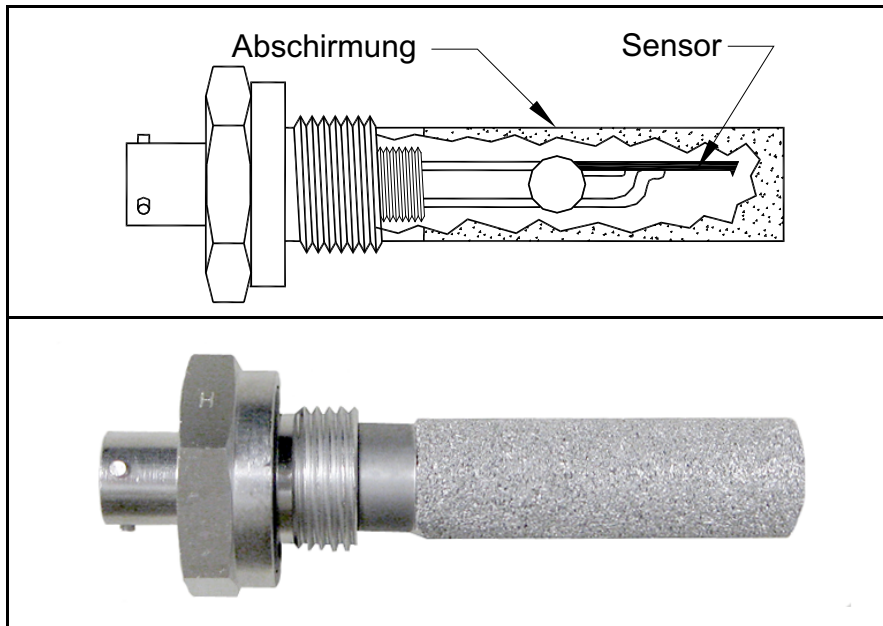
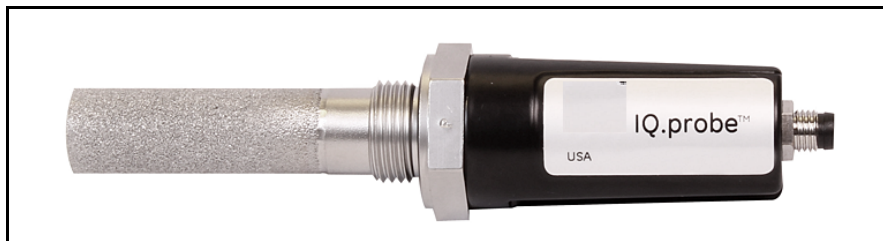

Figure 2: M Series-Messkopf
Figure 3: IQ.probe-Messkopf
Der *Feuchtheitsmesskopf* ist der Teil des Systems, der direkten Kontakt mit dem Prozess hat. Der **dew.IQ** verwendet einen beliebigen BH **M Series**-Messkopf (siehe *Figure 2*) oder **IQ.probe**-Messkopf (siehe *Figure 3*) zur Messung der Taupunkttemperatur in °C oder °F. Die Sensorbaugruppe ist an der Messkopfbefestigung angebracht und durch eine Abschirmung aus gesinterter Edelstahl (siehe *Figure 2*) geschützt.
- M Series-Messkopf (siehe *Figure 2 on page 2*)
- IQ.probe (siehe *Figure 3 on page 2*)